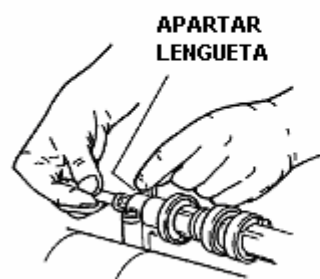

FIGURA 4.3.
- Retirar hacia atrás el eje de levas presionando en la lengüeta y tirando hacia atrás el eje de levas. Ver Figura 4.3.